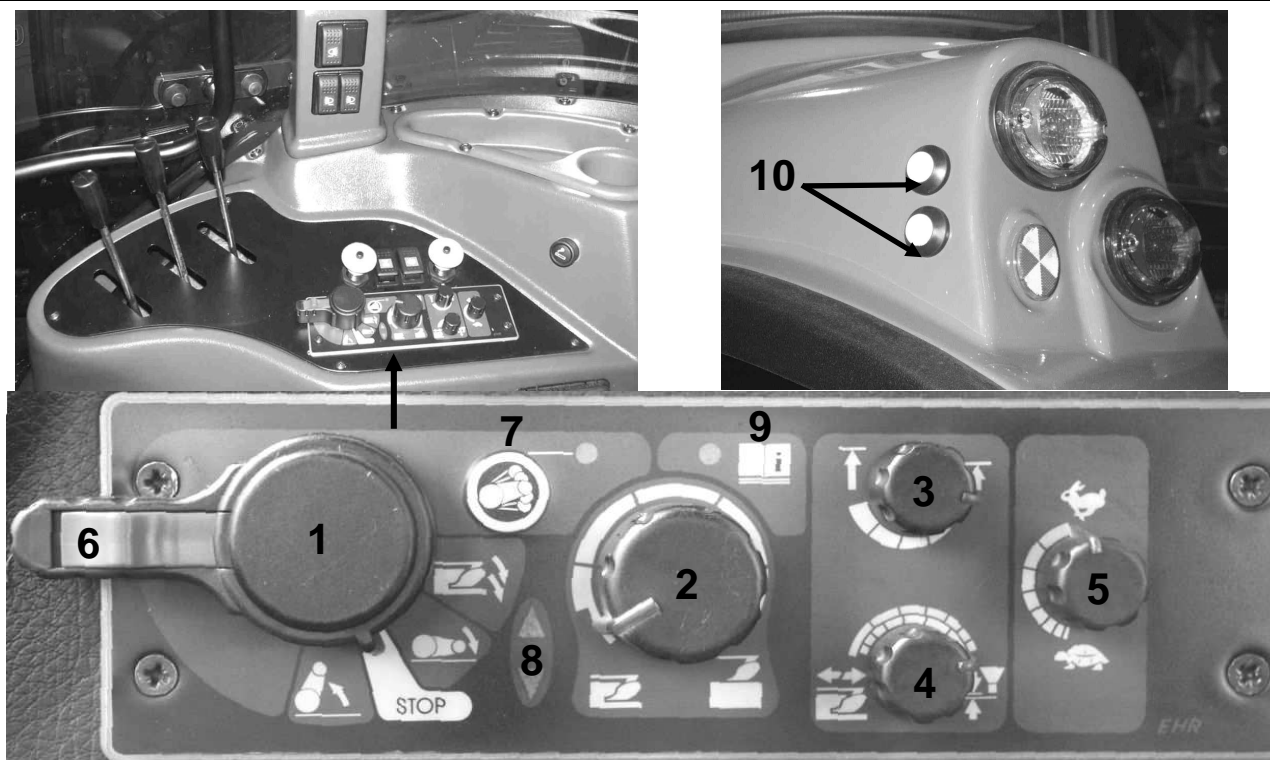

Рисунок 5-20 Панель управления электрогидравлической системой управления (EHR).
Управление электрогидравлической системой задней трехточечной системы навески подъемника осуществляется с пульта управления (**рис. 5-20**), расположенного с правой стороны сиденья, и при помощи дополнительных кнопок подъема и опускания задних тягово-сцепных устройств, находящихся на крыльях с правой и с левой стороны трактора (**рис. 5-20, поз.10**) (кнопки используются при агрегировании сельскохозяйственных машин и орудий).
- рукояткой **4** (**рис. 5-20**) выберите, в зависимости от вида полевых работ, способ управления орудием (позиционное, силовое или смешанное регулирование);
ВНИМАНИЕ: Запрещается эксплуатировать трактор в случае аварии гидронасоса если контрольная лампочка 8 (рис. 5-20) не гаснет после поднятия орудия.
- рычаг 1 (рис. 5-20) перевести в положение "подъем" (при этом орудие поднимается в крайнее верхнее положение) и кнопкой 6 заблокировать орудие в транспортном положении;
ВНИМАНИЕ: Функция гашения колебаний срабатывает только в том случае, если рычаг 1 (рис. 5-20) находится в положении "подъем", а орудие заблокировано в транспортном положении при помощи кнопки 6.